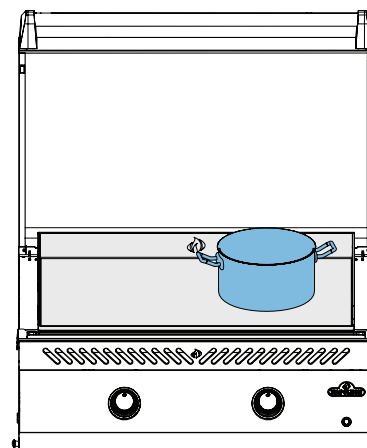

Рис. 3
- Розміщуйте каструлі або сковорідки в стороні на низькому або середньому вогні. (Рис. 3)